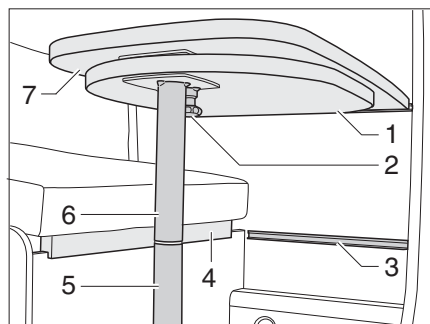

Bild 34 Hängetisch mit teilbarem Stützfuß
- Den Knopf (Bild 34,2) der Verriegelung nach unten ziehen und die Tischplattenverlängerung (Bild 34,1) herausschwenken.
- Die Tischplattenverlängerung (Bild 34,1) unter die Tischplatte (Bild 34,7) schwenken, bis die Verriegelung hörbar einrastet.
- Multiplexleiste (Bild 34,4) ggf. an der Sitztruhe aufsetzen.
- Die Tischplattenverlängerung (Bild 34,1) ausschwenken.
- Die Tischplatte (Bild 34,7) vorn ca. 45° anheben.
- Den unteren Teil des Stützfußes (Bild 34,5) nach unten herausziehen und beiseite legen.
- Die Tischplatte im 45°-Winkel mit den Haltern in die untere Halteleiste (Bild 34,3) einhängen und mit dem oberen Teil des Stützfußes (Bild 34,6) auf dem Boden abstellen.
- Die Tischplatte (Bild 34,6) vorn ca. 45° anheben.